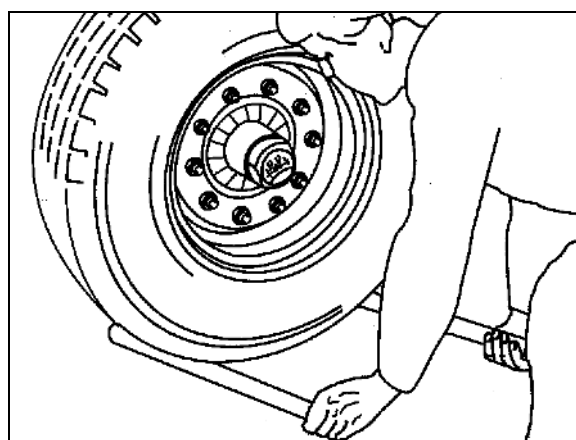

Рис. 75
1. Для выполнения проверки зазора в подшипниках ступиц колес приподнимите ось так, чтобы колеса свободно вращались (Рис. 75).